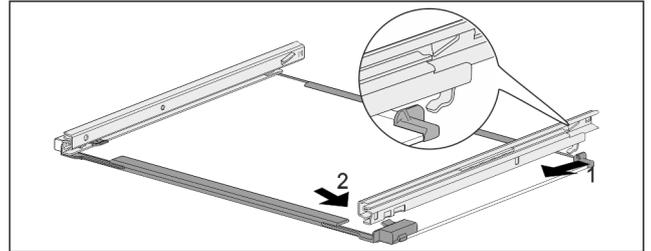

Fig. 191 Placa de vidrio con guías
- ▶ Enganche la guía por detrás. Fig. 191 (1)
- ▶ Encastre la guía por delante. Fig. 191 (2)